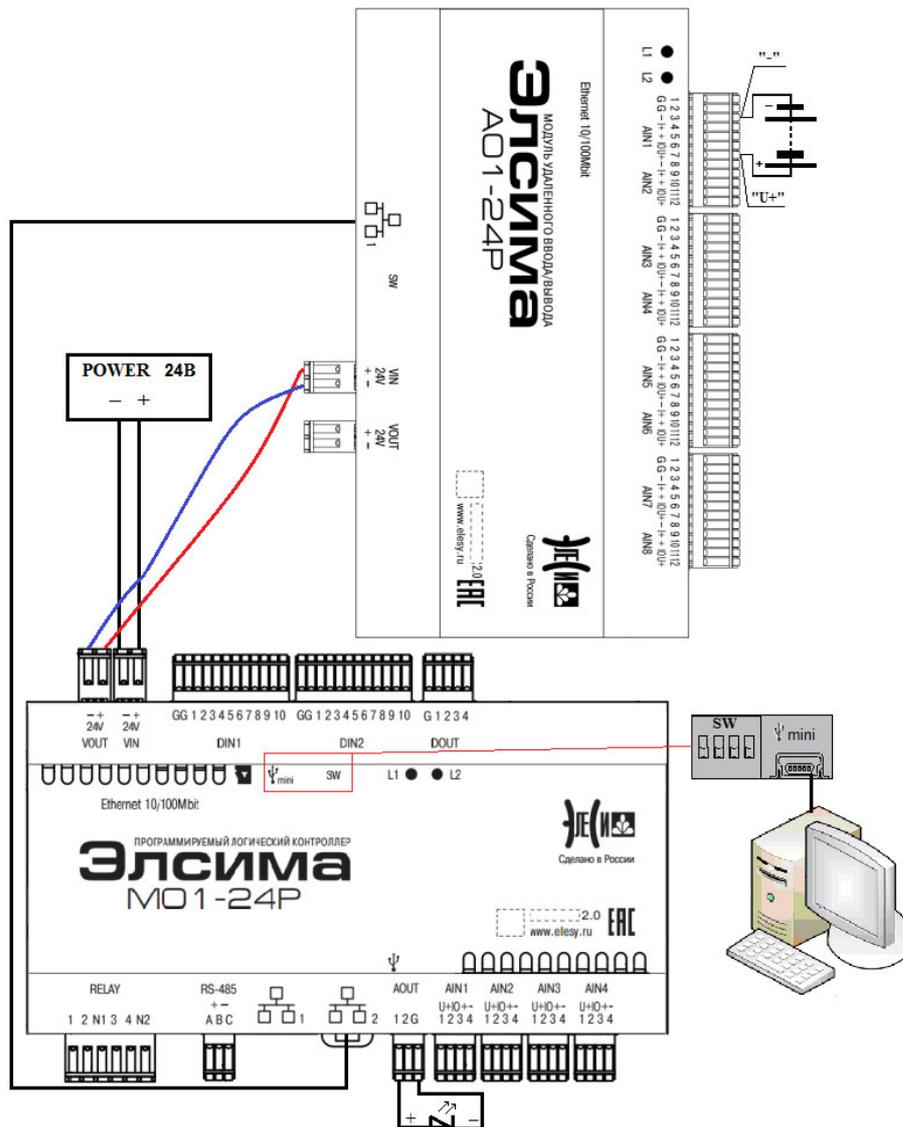

Рисунок 2.1 – Схема подключения контроллера и модуля УВВ Элсима-А01
5. Подключить контроллер к компьютеру путем соединения разъема «mini-USB тип В» (USB mini) ПЛК кабелем USB с ПК (рисунок 2.1), используя драйвер виртуальной сети *RNDIS*. Подробную информацию о драйвере можно найти в документе «Контроллер программируемый логический Элсима. Руководство по эксплуатации».